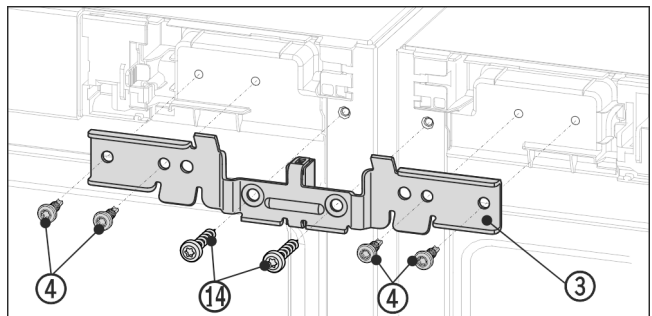

Fig. 13 Beispielhafte Darstellung
- ▶ Winkel Fig. 13 (3) mit dem Distanzstück zwischen die Geräte und auf die Zapfen schieben. Den Winkel mit vier Schrauben Fig. 13 (4) und den zuvor herausgeschraubten Erdungsschrauben Fig. 13 (14) abwechselnd rechts und links lose anschrauben.